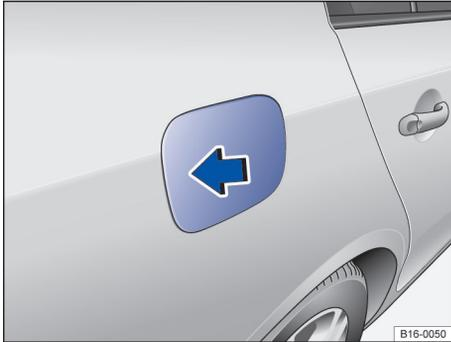

Fig. 150 Lateral derecho de la parte trasera del vehículo: apertura de la tapa del depósito.
- Presione sobre la zona trasera de la tapa \Rightarrow fig. 150 (flecha) y abra ésta.